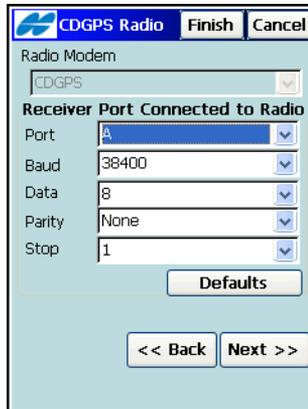

Abbildung 4-55. CDGPS Radio
- Für CDGPS (kanadischer DGPS-Dienst) richten Sie den CDGPS-Funk (CDGPS Radio) wie jedes andere Funkmodem ein (Abbildung 4-55).